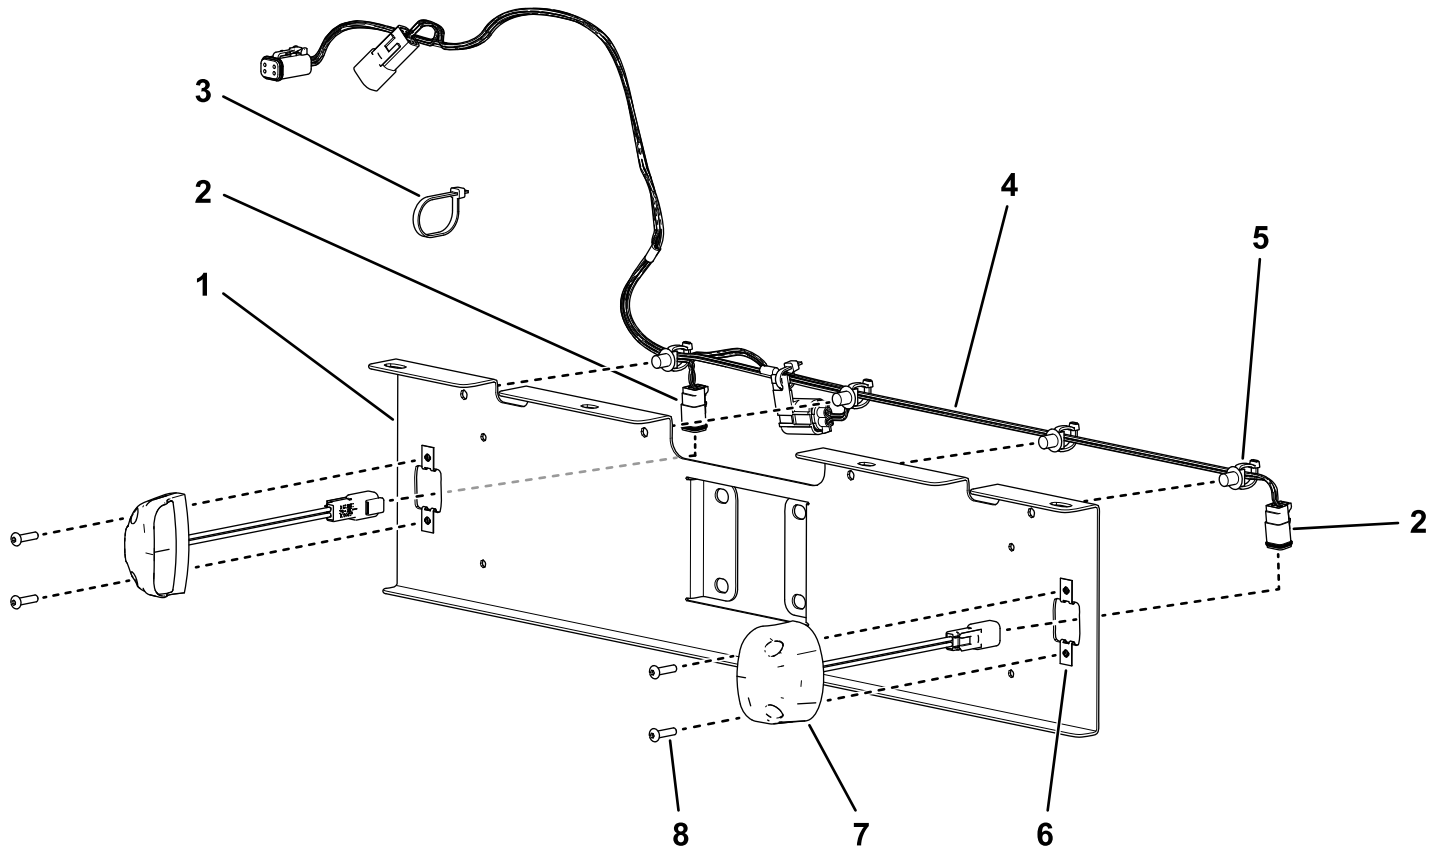

Figura 1
1. Disponete il cablaggio della targa lungo la parte superiore della staffa della stessa, tenendo i due connettori grandi e il fusibile sul lato sinistro (**Figura 1**).
2. Fissate il cablaggio alla staffa premendo i 4 dispositivi di fissaggio a spinta sul cablaggio nei rispettivi fori nella staffa (**Figura 1**).
3. Disponete i connettori della luce della targa attraverso i fori grandi su ciascuna estremità della staffa e collegateli alle 2 luci della targa (**Figura 1**).
4. Montate le luci alla staffa utilizzando i 4 bulloni con testa a esagono incassato (n. 10 x 1") e i 4 dadi a graffetta come illustrato nella **Figura 1**.